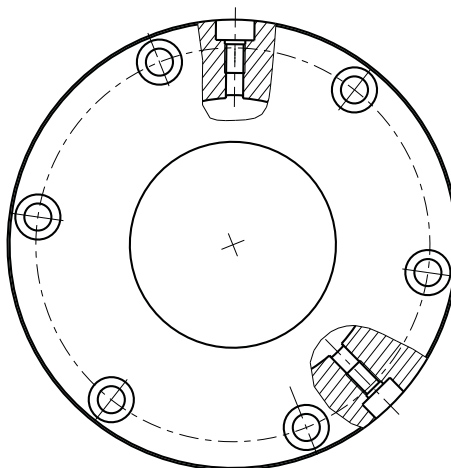

Abb. 11: Öleinfüllschraubenposition
- Freilaufkupplung so positionieren, dass die Öleinfüllschrauben am Umfang des Deckels bzw. Flansches sich in folgender Position befinden: eine der Schrauben oben, die andere seitlich unterhalb der Mitte (siehe Abb.11)